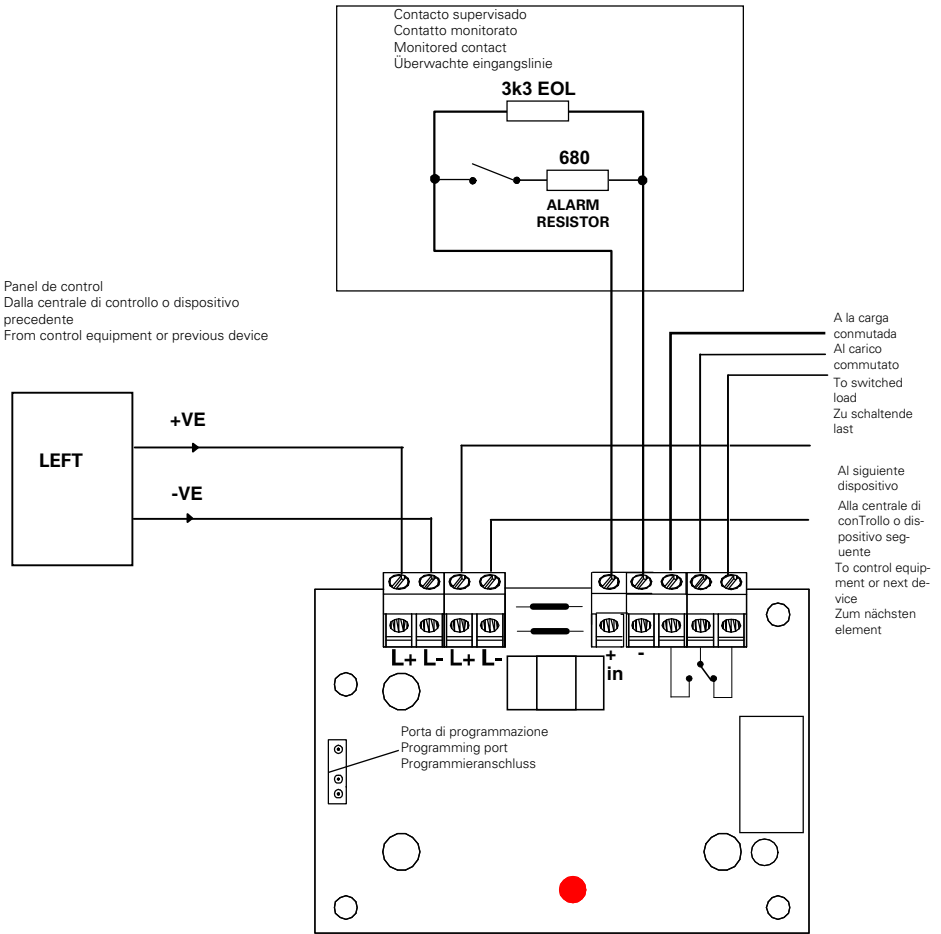

Fig. 4: Esquema de conexiones simplificado del FC410SIO/ Schema di collegamento semplificato del FC410SIO
- 5 Per lo schema tipico di collegamento del FC410SIO, vedere Fig. 4.
- 5 La configuración típica de los cables del FC410SIO se puede consultar en la fig. 4.